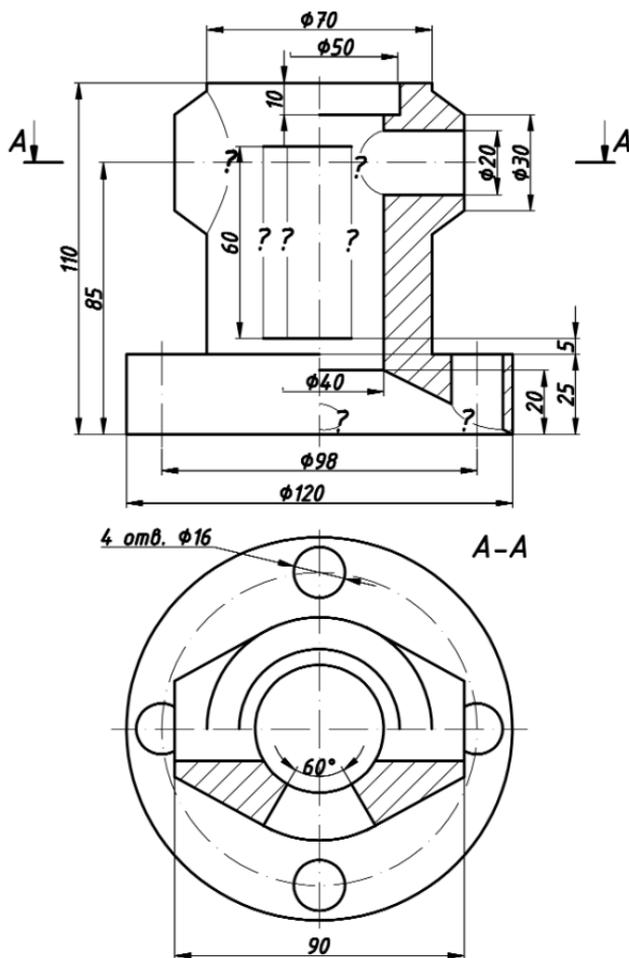

Рис. 6.1. Исходный вариант задания
Для реализации вышеприведенных рекомендаций можно использовать различные способы. Рассмотрим один из способов на примере вычерчивания детали «Корпус», изображенной на рис. 6.1 [8].
1. Построение третьего вида на основе исходного варианта (рис. 6.1):
2. Построение линий пересечения поверхностей (линии со знаком вопроса на рис. 6.1):